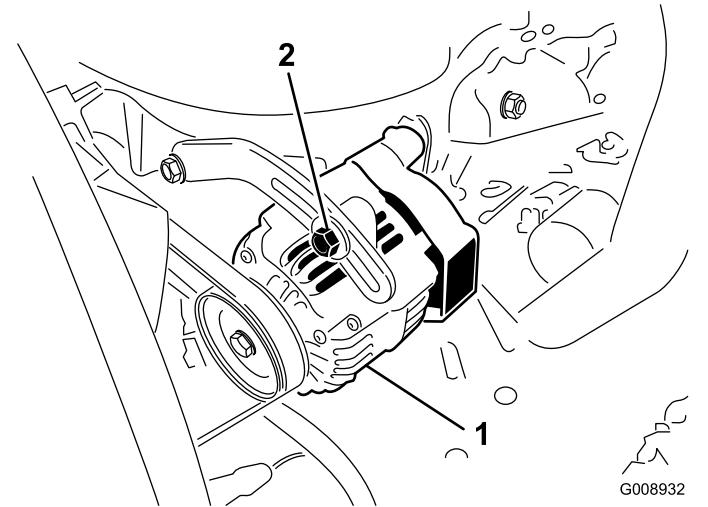

Bild 59
Prüfen Sie den Zustand und die Spannung der Treibriemen (Bild 59) alle 100 Betriebsstunden.
2. Lockern Sie bei einer Durchbiegung von mehr oder weniger als 10 mm die Befestigungsschrauben der Lichtmaschine (Bild 59).